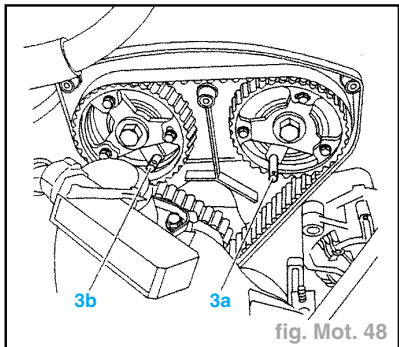

fig. Mot. 48
- le tuyau d'entrée de radiateur (10),
- le col d'entrée d'air (11),
- Mettre en place les piges (3a/3b) (fig. Mot. 48).
- Monter la culasse, pignon d'arbre à cames pigé (3a/3b) (fig. Mot. 48).